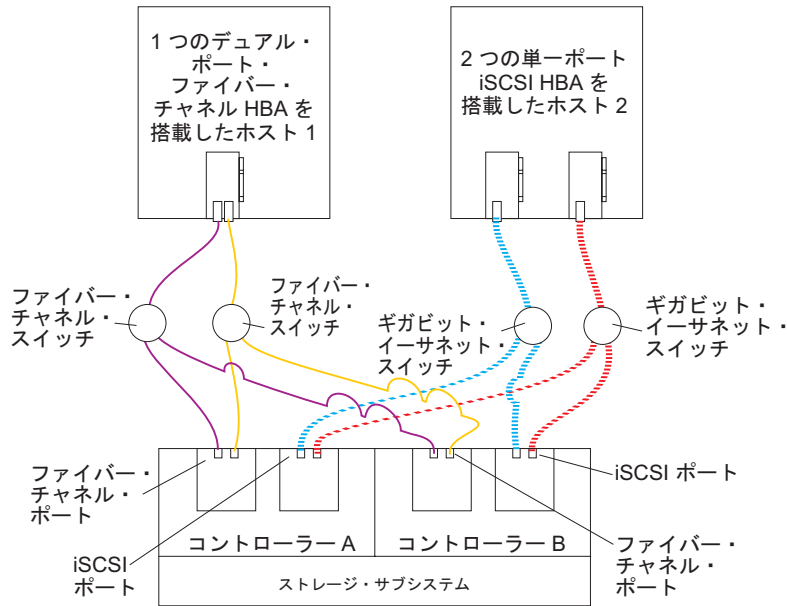

図 64. 複数ホスト、複数ポート、複数スイッチ構成の例
- 複数ホスト、複数ポート、複数スイッチ構成 (104 ページの図 64)
104 ページの図 64 に、複数ホスト、複数ポート、複数スイッチ構成の例を示します。